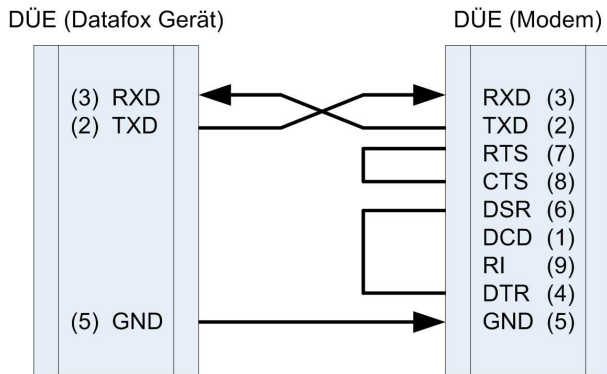

Abbildung 28: Verdrahtung des Nullmodem-Adapter
**Analogmodem zu Analogmodem** (Verdrahtung des Nullmodem-Adapters siehe Abbildung 28)
**Mobilfunkmodem zu Mobilfunkmodem** (Verdrahtung des Nullmodem-Adapters siehe Abbildung 28)
**ISDN (Festnetz) zu Mobilfunkmodem** (Verdrahtung des Nullmodem-Adapters siehe Abbildung 28)